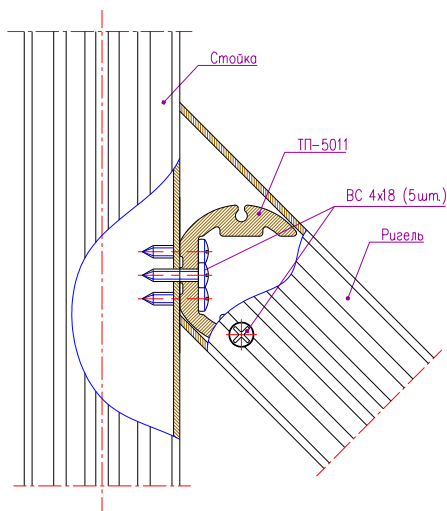

Рис.6-3 Соединение стойки с наклонным ригелем
- В случае соединения со стойкой наклонного ригеля, вместо П-образной закладной применяется подковообразная закладная деталь ТП-5011 (рис.6-3);